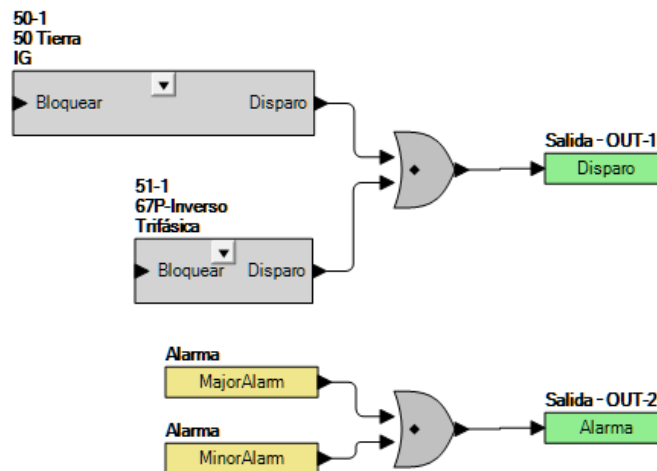

Figura 2-23. Ejemplo de lógica
- d. Cable (haga clic y arrastre una línea de una salida a una entrada) como se muestra en Figura 2-23.